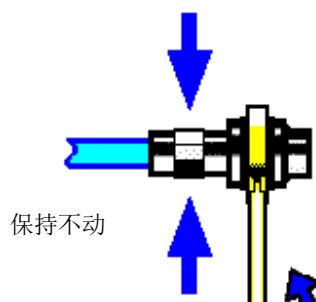

图 2-6 使用力矩扳手完成最后连接
- c) 如图 2-6，使用力矩扳手拧紧完成最后的连接，注意力矩扳手不要超过起始的折点，可使用辅助的扳手防止连接器转动。